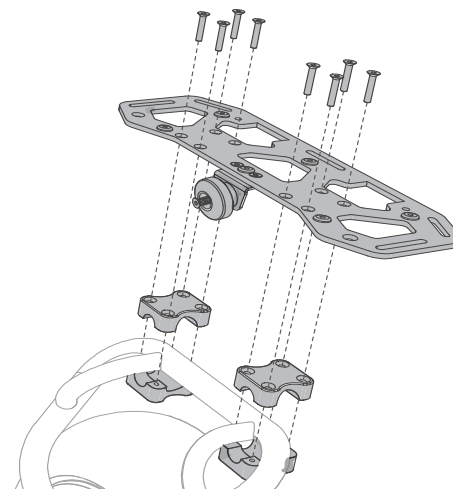

Ilustración 7: Instalación de las abrazaderas de carga y el portacarga
- Coloque las abrazaderas de carga en la estructura de carga inferior del modelo i2 SE, tal y como se muestra. Las abrazaderas roscadas deben colocarse en la parte inferior de la estructura de carga inferior del modelo i2 SE. Consulte la **Ilustración 7**.
- Coloque el portacarga para que quede alineado con las abrazaderas de carga, tal y como se muestra en la **Ilustración 7**.